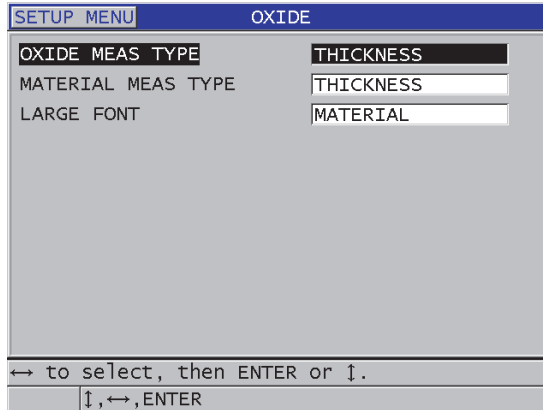

Figura 7-2 Pantalla ÓXIDO
9. En la pantalla **ÓXIDO** (ver Figura 7-2 en la página 117):